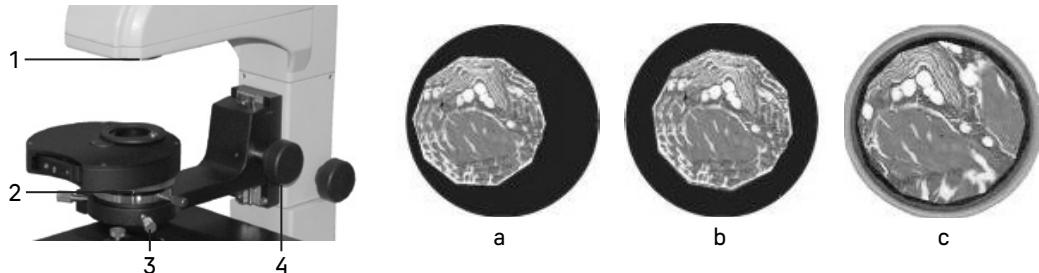

Рис. 14. Настройка освещения по Кёлеру
- Раскройте апертурную диафрагму 2 и закройте полевую диафрагму 1. В поле зрения будет видно светлое пятно с изображением краев диафрагмы, как показано на рис. 14.
- Если светлое пятно смещено относительно центра поля зрения, как показано на рис. 14а, отрегулируйте положение апертурной диафрагмы с помощью центрировочных винтов 3 так, чтобы центр апертурной диафрагмы совместился с центром поля зрения, как показано на рис. 14б.
- Раскройте полевую диафрагму, чтобы изображение образца заполнило поле зрения, как показано на рис. 14с.